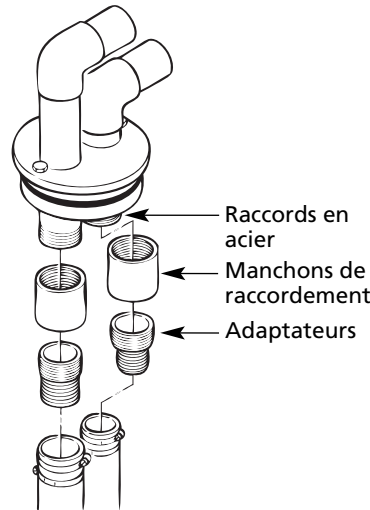

Figure 9
4. Utiliser des manchons de raccordement et adaptateurs pour raccorder les raccords aux tuyaux en plastique (voir Figure 9). Appliquer du ruban au téflon sur tous les filetages des raccords afin d'empêcher les fuites.